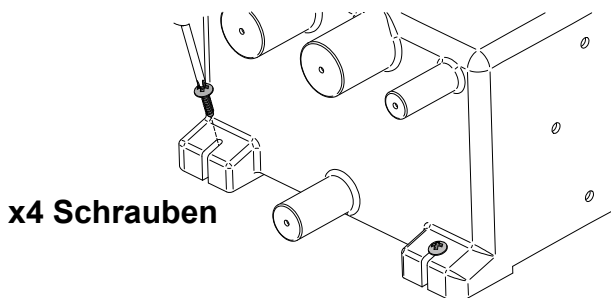
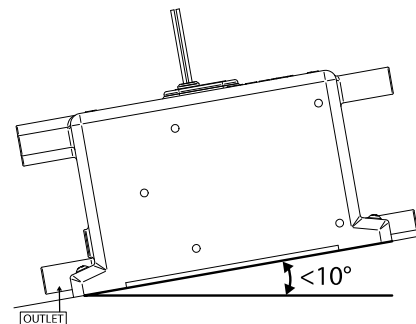

Abbildung 5 Befestigung des Tanks
Abbildung 6 Maximal möglicher Installationswinkel
**Schritt 2:** Der Tank muss mit 4 geeigneten Schrauben an den Tankfüßen befestigt werden, wie in Abbildung 5 dargestellt. **HINWEIS:** Der Neigungswinkel des Tanks darf 10° nicht übersteigen (Abbildung 6). **HINWEIS:** Nicht direkt mit dem Bootsrumf verschrauben – MUSS an einer Schottwand oder einem zusätzlichen Brett montiert werden.